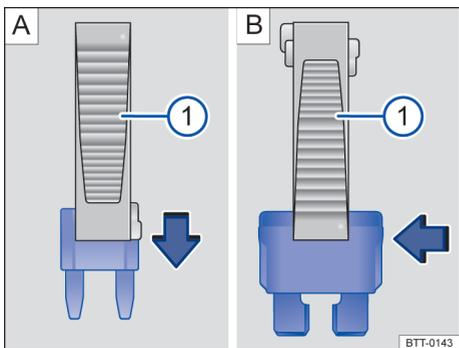

Fig. 121 Remover ou instalar um fusível com a garra da pinça de plástico ①.
- Se necessário, retirar a pinça de plástico → Fig. 121 ① da cobertura da caixa de fusíveis.
- Em caso de *fusíveis pequenos*, encaixar a garra ① por cima → Fig. 121 A.
- Em caso de *fusíveis maiores*, empurrar a garra ① lateralmente sobre o fusível → Fig. 121 B.